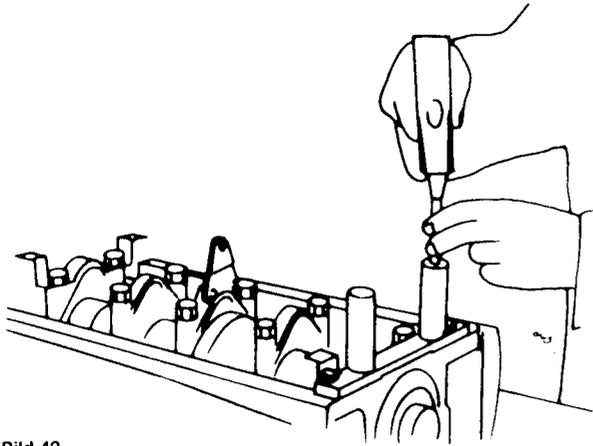

Bild 42
- Die zur Abdichtung der Ölkanäle zwischen dem hinteren Lagerdeckel und dem Kurbelgehäuse dienenden Gummistopfen sollten falls möglich mit dem in Bild 42 gezeigten Spezialwerkzeug (A.3.0113) eingeschlagen werden. Ein Dorn kann